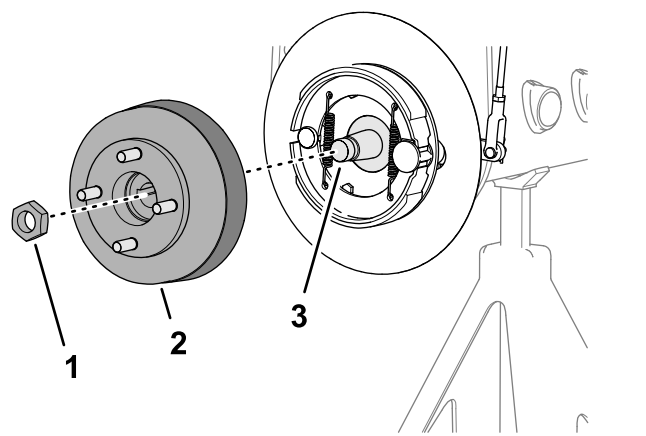
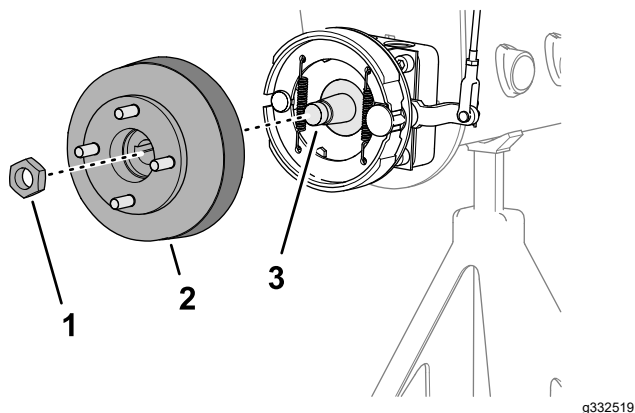

図 64
図 63
4. 所定のホイールハブ プラーを使用してホイールハブとブレーキドラムをホイールモータのシャフトから抜き取る 図 63 または 図 64。
1. ハブをホイールモータのシャフトに固定しているロックナットを外す 図 63 または 図 64。